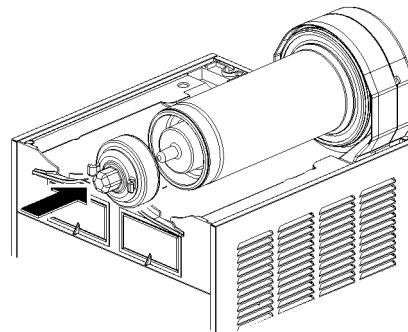

Bild 14
- 5** Setzen Sie der Magnetantrieb auf den Verdampfer und beachten Sie, dass er am Ende richtig eingesetzt ist (Bild 14).